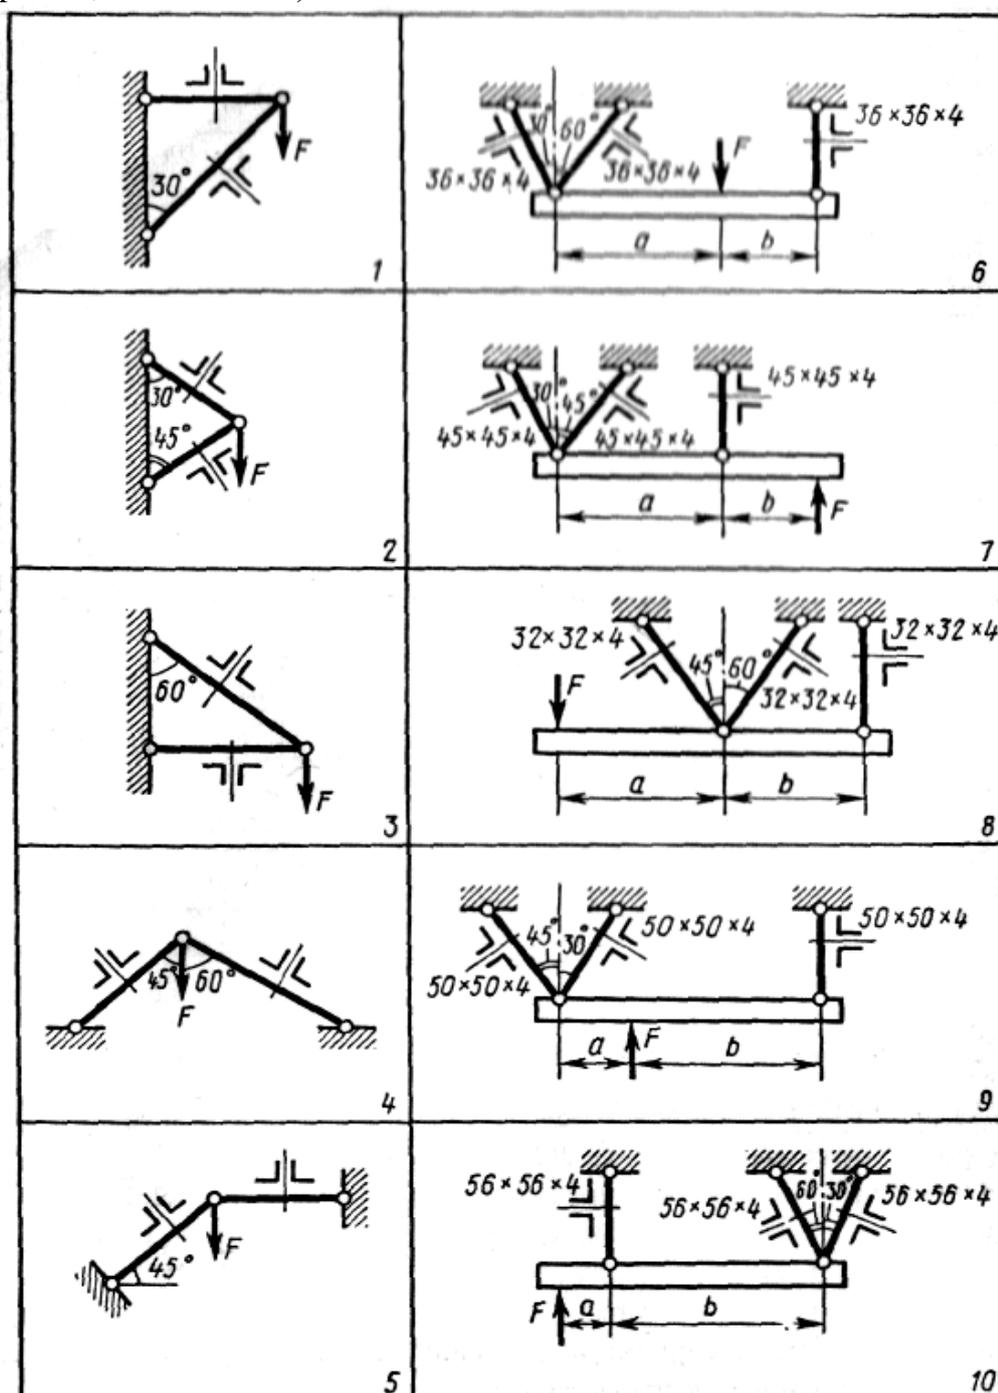

Рисунок 3
**Задачи 31 – 35.** Задана система двух стержней, составленных из двух равнобоких уголков (рис. 3, схемы 1 – 5).
**Задачи 36 – 40.** Задана система трех стержней, поддерживающих абсолютно жесткую балку (рис. 3, схемы 6 – 10). Стержни имеют одинаковое поперечное сечение, состоящее из двух равнобоких уголков заданных размеров.